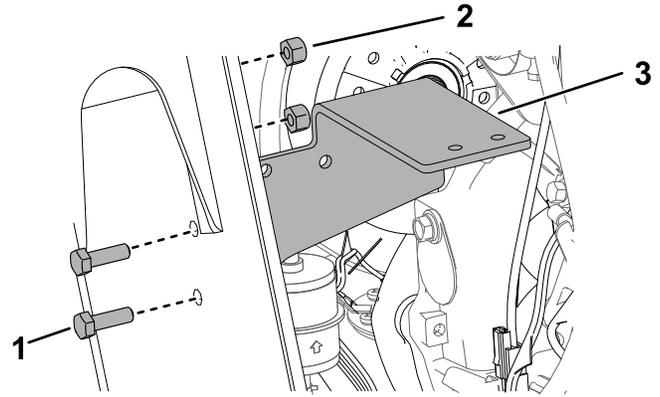

Figura 23
7. Instale a placa na estrutura como se mostra na Figura 23.